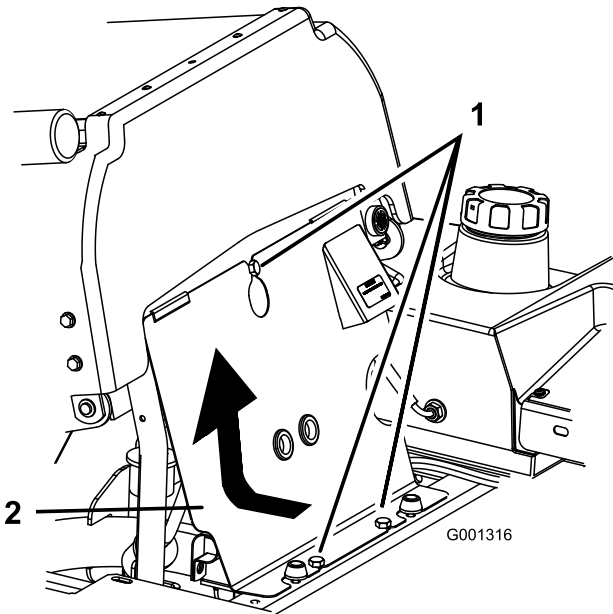

Figura 58
3. Inclinate il sedile in avanti, allentate i bulloni e togliete il pannello anteriore del motore (Figura 58).